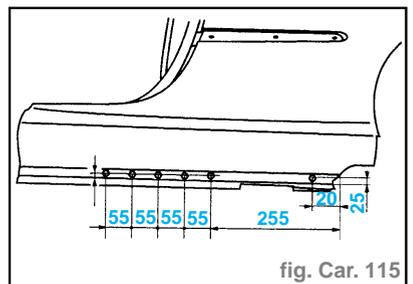

fig. Car. 115
- Percer sur le pourtour de l'aile, des trous de Ø 6,5 mm pour soudage ultérieur par points bouchons (fig. Car. 115).